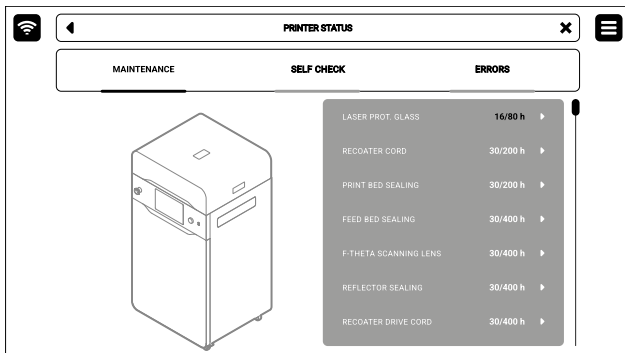

Abb. 12.6 Wähle **LASER PROTECTIVE GLASS**, um die Wartung zu starten.
1. Wähle auf der Registerkarte **PRINTER STATUS** den Tab **LASER PROTECTIVE GLASS** (Abb. 12.6).